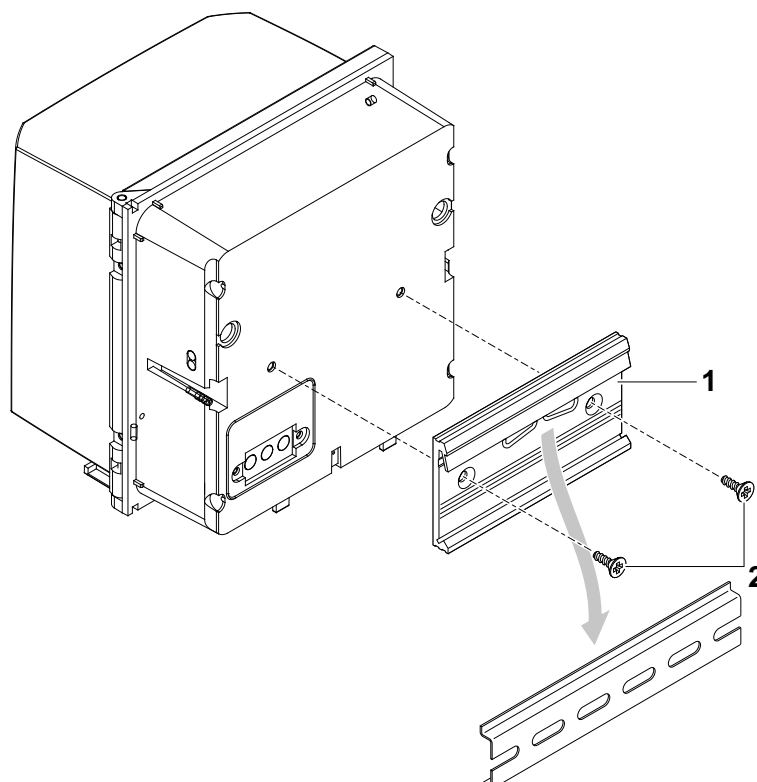

Fig. 3-9 Montagem de DIQ/S 28X em calha DIN
- 1 Aparafusar o conjunto de fixação (pos. 1 em Fig. 3-9) na parte de trás do transmissor universal com os dois parafusos de aperto de plástico (pos. 2).